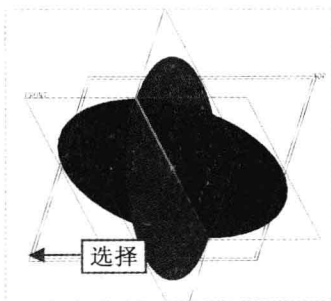

图 9-29 选择 TOP 基准平面
Step 03 弹出“曲线修剪”选项卡，在绘图区选择 TOP 基准平面，如图 9-29 所示。